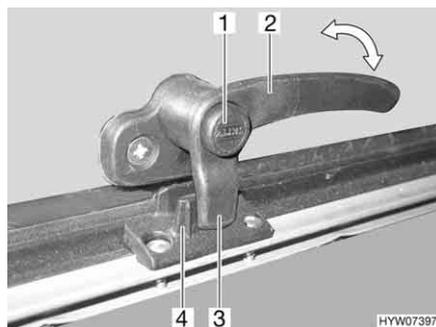
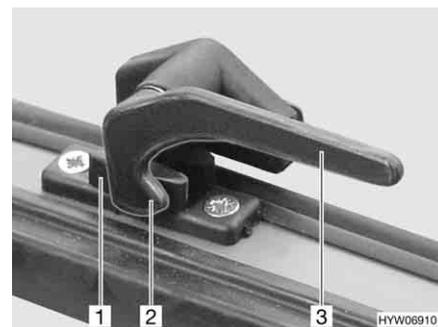

Fig. 107 Leva di serraggio con bottone di sicurezza in posizione "Chiuso"
Fig. 108 Leva di serraggio in posizione "Chiuso"
- Se presente, premere e tenere premuto il bottone di sicurezza (Fig. 107, 1).
- Ruotare la leva di serraggio (Fig. 107,2 o Fig. 108,3) di un quarto di giro verso il centro della finestra.
- Se presente, premere e tenere premuto il bottone di sicurezza (Fig. 107,1).
- Ruotare la leva di serraggio (Fig. 107,2 o Fig. 108,3) di un quarto di giro verso il telaio della finestra. Il nasello di chiusura (Fig. 107,3 o Fig. 108,2) della leva di serraggio si trova completamente sul lato interno della chiusura della finestra (Fig. 107,4 o Fig. 108,1).
- In posizione "Completamente chiusa" (Fig. 107 e Fig. 108)